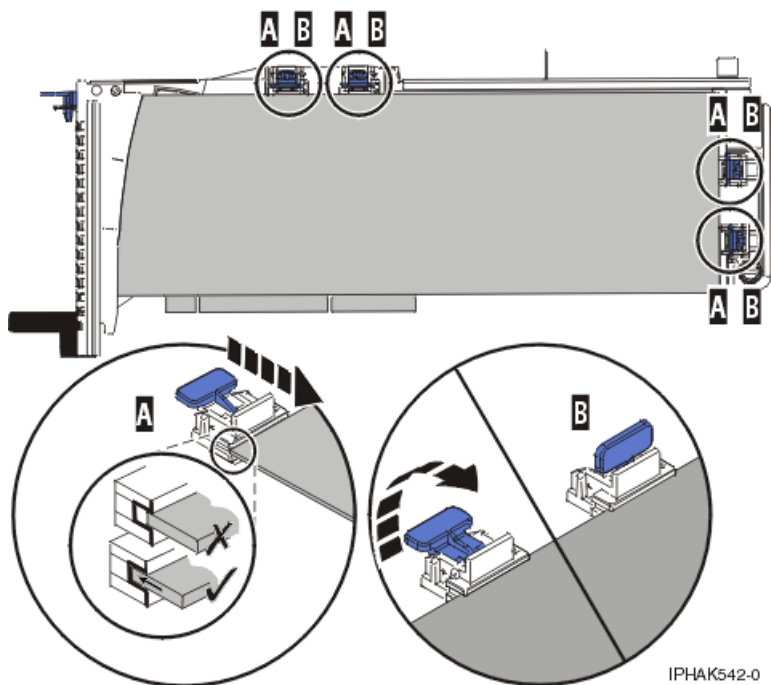

図 75. 所定位置に保持具およびスタビライザーが付いた PCI アダプター・カセット内の Long PCI アダプター
- 3) 保持具 (B) を所定位置に置き、ロックします。88 ページの図 75 を参照してください。